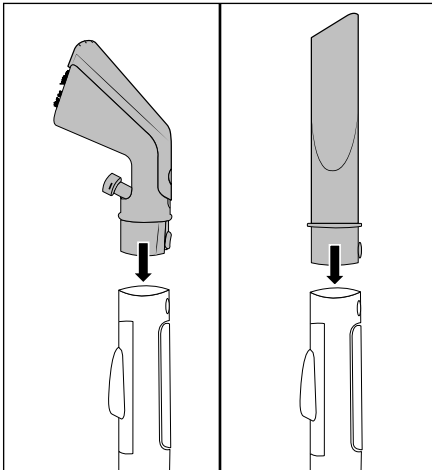

Fig. 3
- ◆ Conecte la boquilla para tapicería 22 o la boquilla rinconera 24 en el tubo de rociado/aspiración 19 hasta que el botón de bloqueo 25/22 encastre (consulte la fig. 3).